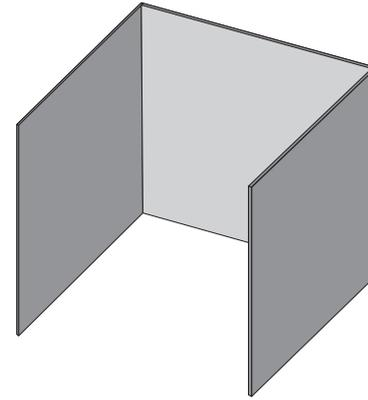

Fig. 1
- Un aparato se considera al aire libre si se instala con un refugio que no sea más inclusivo que tener paredes en tres lados, pero sin cubierta superior. (Fig. 1)